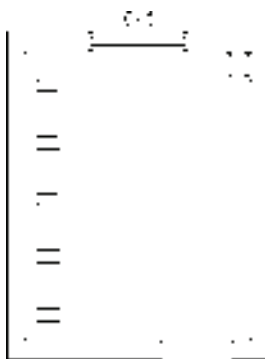

图 7-55 布置拖布池
6) 重复上述操作, 为卫生间布置拖布池, 结果如图 7-55 所示。